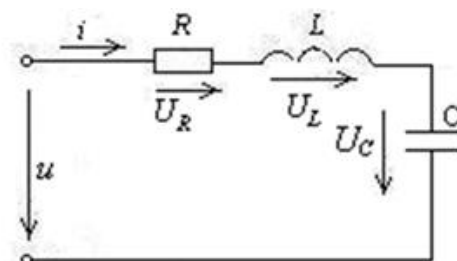

Рис. 3
**Вопрос 9.** Определите импеданс  $Z$  (полного сопротивления) цепи переменного тока (рис. 3).